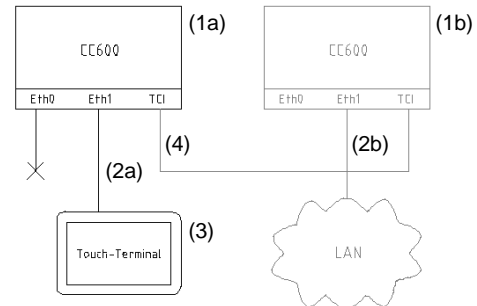

Abb. 2.2) Anschluss direkt am Klimacomputer (ohne Netzwerk)
- Die Anschlussvariante aus Abb. 2.2 kommt ohne Netzwerk aus. Zu berücksichtigen ist dabei, dass ein evtl. an einer Unterstation bestehendes Netzwerk nicht über die TCI Datenleitung getunnelt wird. D.h. über das Touch-Einbauterminal ist nur der direkt angeschlossene Klimacomputer zu bedienen. Ist dies der Leitreechner, dann können auch über TCI verbundene Unterstationen abgefragt werden; andernfalls nur die lokale Station.